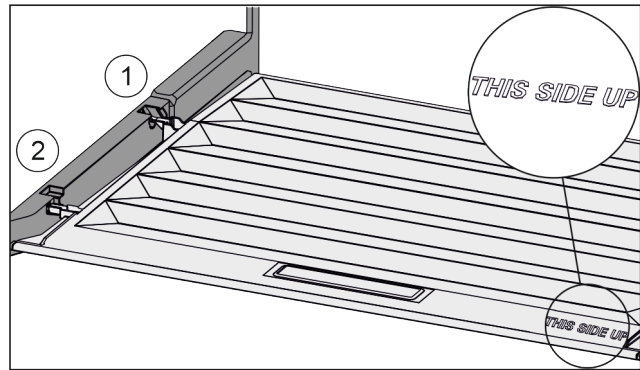

Fig. 109
- ▶ Dekselranden via de opening van de achterste houder Fig. 109 (1) aanbrengen en van voren in de houder Fig. 109 (2) klikken.